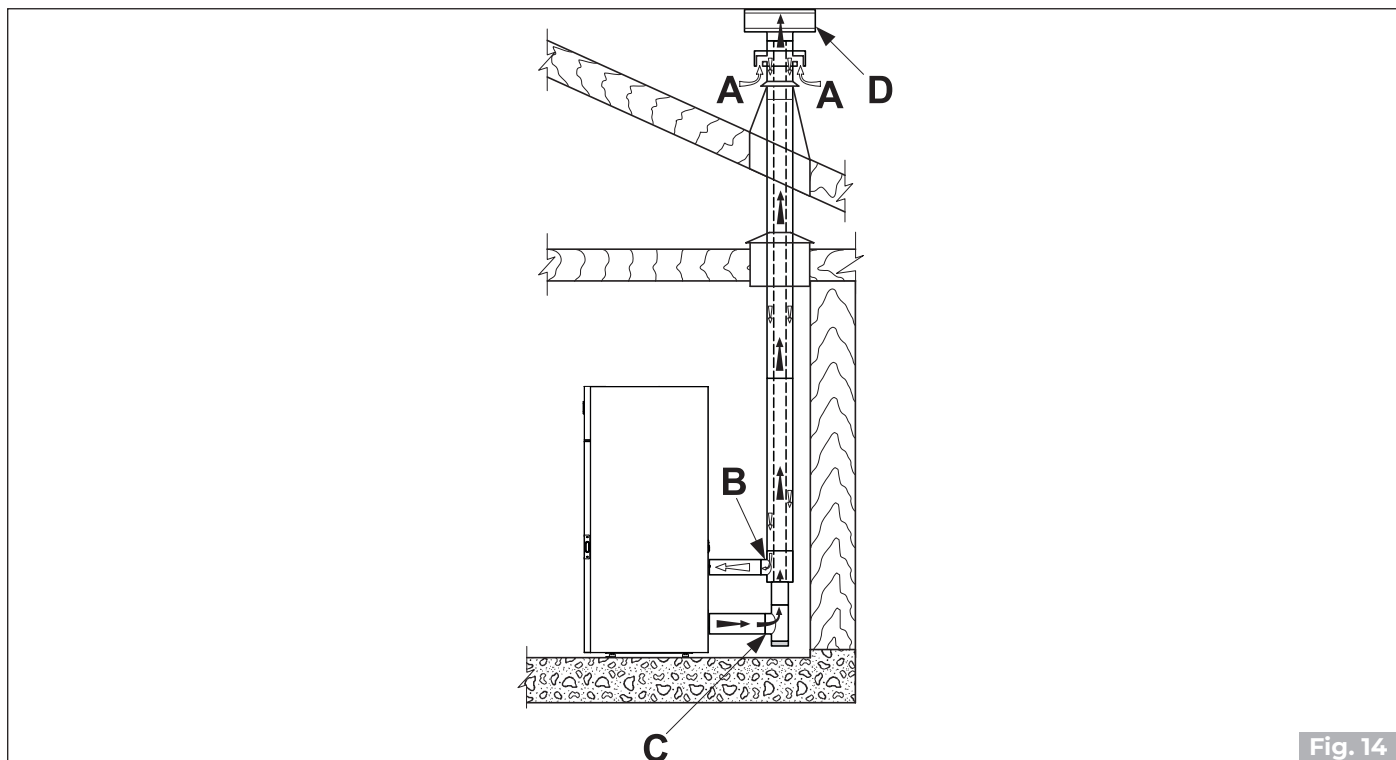

Fig. 14
- il peut provenir directement de l'extérieur à travers un raccordement direct à la chambre de combustion (**Fig. 14**) ;
- canaliser l'air de combustion en utilisant un tuyau d'échappement coaxial pour l'expulsion des fumées et le prélèvement de l'air (**Fig. 14 - A, B = Arrivée d'air, C, D = Évacuation des fumées**) ; il n'est donc pas nécessaire de faire une prise d'arrivée d'air classique dans la pièce.